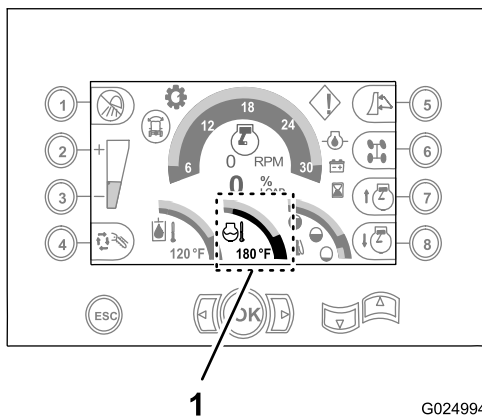

Figure 108
- C. Faites tourner le moteur pendant 5 minutes ou jusqu'à ce que le centre de commande indique une température du liquide de refroidissement de 82 °C (180 °F), puis coupez le moteur (Figure 108).